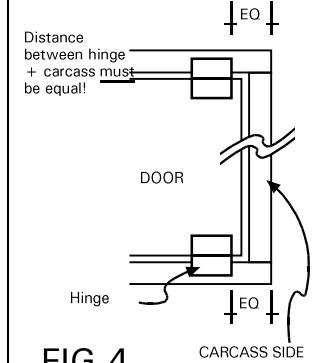

FIG 4
9. The position of the hinge in relation to the side of the carcass is **critical** and **spacers should always be used** to ensure that the upper and lower hinge assumes the same position to ensure accurate alignment. (See Fig. 4)
- Die Positionierung des Scharniers an der Seite des Korpus muss exakt sein. **Distanzstücke sollten immer gebraucht werden** um sicher zu stellen, dass sich das obere und untere Scharnier an der gleichen Stelle befindet, damit die Tür/Türen akkurat ausgerichtet sind (s.Abb.4).